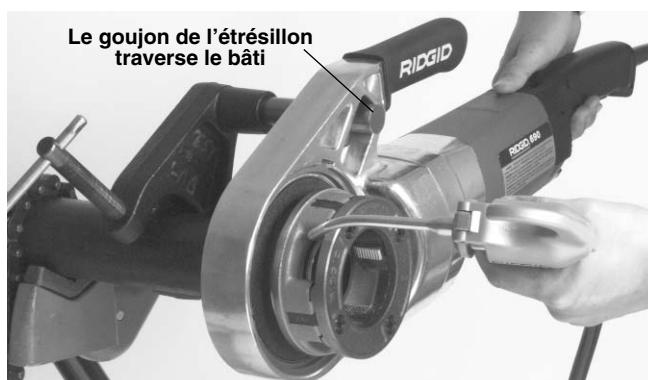

Figure 7 – Application d'huile en cours de filetage
- Appuyez simultanément sur la gâchette et, avec la paume de votre main libre, sur l'extrémité de la tête de filière pour entamer le filetage. Arrosez les filières copieusement d'huile de coupe durant toute l'opération. Cela réduira le couple nécessaire au filetage et assurera des filets de meilleure qualité (*Figure 7*).